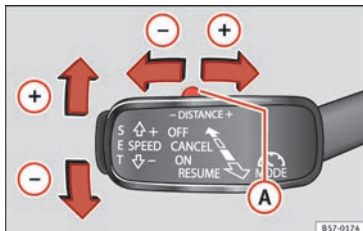

Fig. 198 A sinistra del piantone dello sterzo: terza leva per utilizzare il sistema di regolazione automatica della velocità.
*Una volta iniziata la marcia, se si desidera stabilire la velocità attuale come velocità di crociera del veicolo e attivare l'ACC, premere il tasto **SET** » **fig. 198.** Se si desidera aumentare o ridurre la velocità in intervalli di 1 km/h (0,6 mph), collocare la leva in posizio-*
Per aumentare o ridurre il livello di distanza, premere il tasto doppio verso destra o sinistra » **fig. 198 A.**